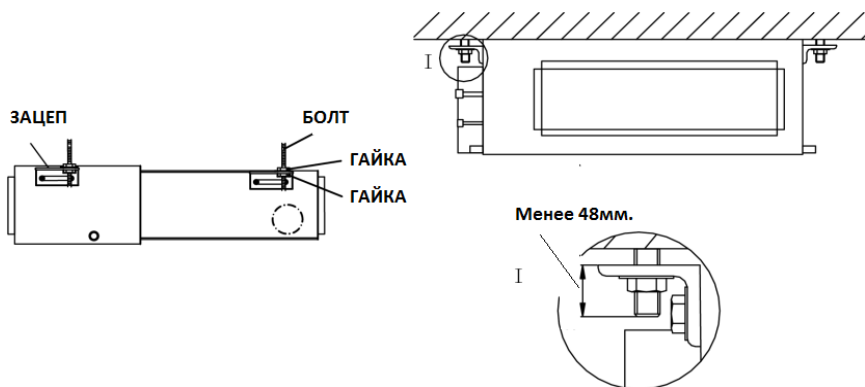

Рис. 4.5
(4) Навесить блок зацепами на анкерные болты; закрепить их особой гайкой (рис. 4.5).